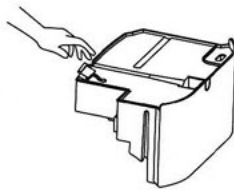

Abb. 3
3. Entfernen Sie den Gummistopfen. Kippen Sie das Behälter über dem Waschbecken und gießen Sie das Wasser aus (Abb. 3). Dabei passen Sie auf, dass die Klappe (8) aus dem Behälter nicht ausfällt.